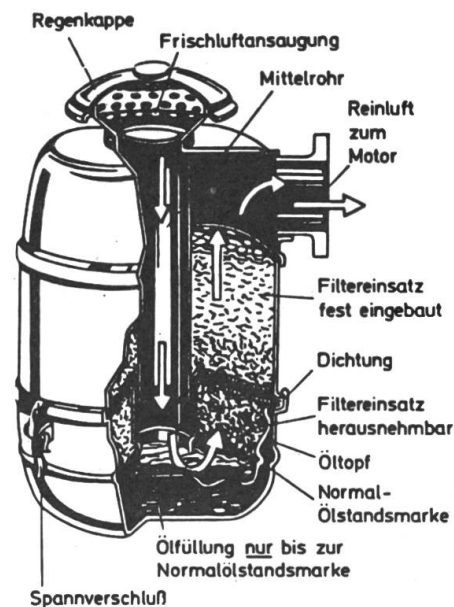

Abb. 2: Querschnitt durch einen Ölbadluftfilter.
**Oelbadluftfilter (Abb. 2)** haben bei fachgerechter Pflege eine verhältnismässig lange Lebensdauer. Wenigstens 1 mal jährlich sollte dennoch der ganze Filter, d.h. nicht nur der Unterteil, ausgebaut und gründlich gereinigt werden. Sobald das Filtergewebe Zerfallerscheinungen aufweist, müssen die Einsätze ersetzt werden.